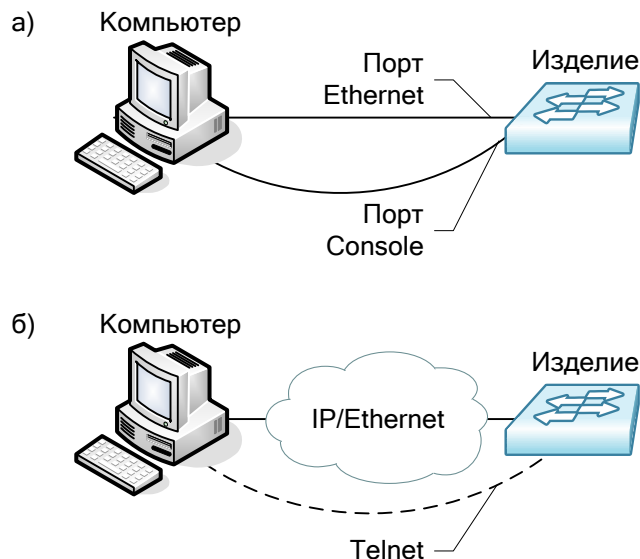

Рис. 25 — Примеры подключения изделия для сохранения и загрузки конфигурации или обновления программного обеспечения
2. Подключите один из портов изделия к сети. Примеры подключения показаны на Рис. 25:
2. Подключите один из портов устройства к сети. Примеры подключения показаны на Рис. 25;